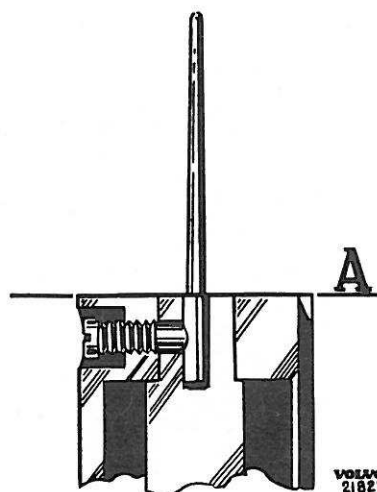

Fig. 19. Fixation de l'aiguille à essence.
1. Monter l'aiguille à essence comme le montre la fig. 19. Seule la partie conique de l'aiguille doit se trouver en dehors du piston.